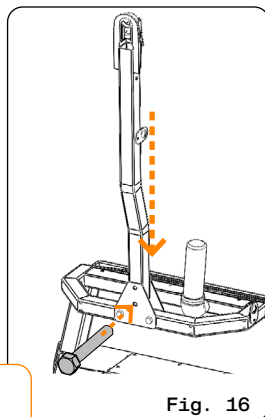

Fig. 16
- FR** Faites glisser la barre de remorquage entre les supports du cadre jusqu'à ce que les trous soient alignés. Réinsérez le boulon central (A) et serrez-le (Fig. 16).
- ES** Deslice la barra de remolque entre los soportes del marco solar hasta que los orificios queden alineados. Vuelva a insertar el perno central (A) y apriételo (Fig. 16).
- PT** Deslize a barra de reboque entre os suportes na estrutura do painel solar até que os orifícios fiquem alinhados. Reinsira o parafuso central (A) e aperte-o (Fig. 16).